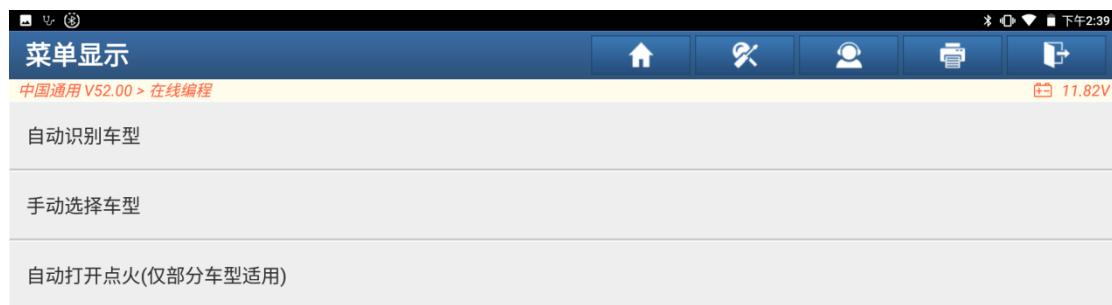

图 14
14. 返回在线编程菜单，选择【自动识别车型】，如图 14。